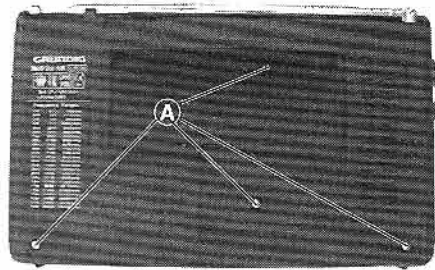

Fig.1
- 4 Schrauben **(A)** (Fig.1) herauserschrauben.